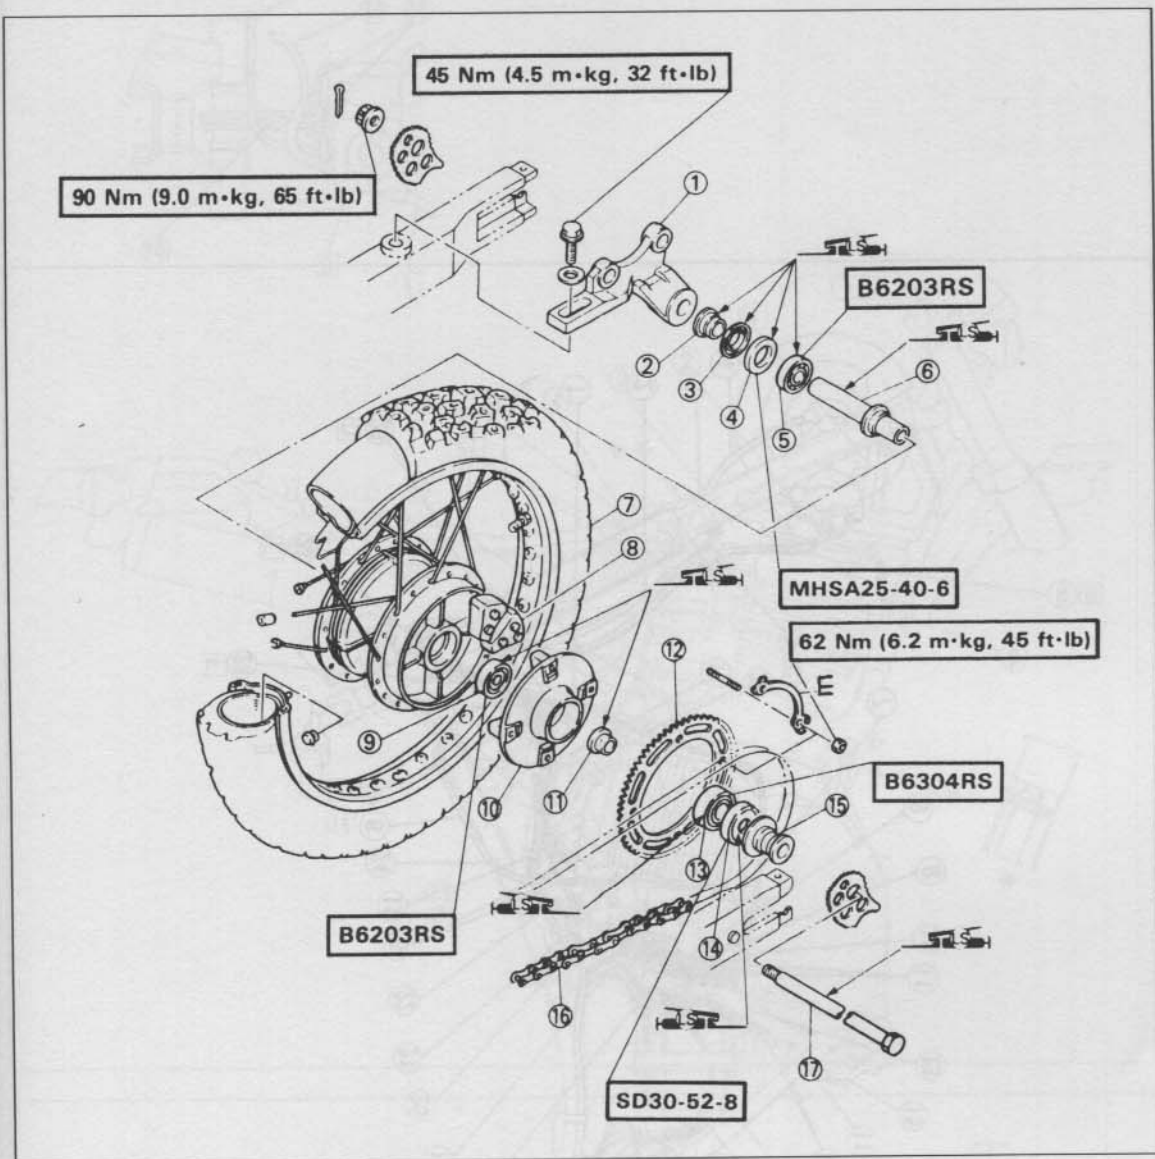

Bild 217
- Distanzhülse ⑥ Bild 217 in Radnabe einsetzen und linkes Lager genauso eintreiben (abgedichtete Seite nach aussen).